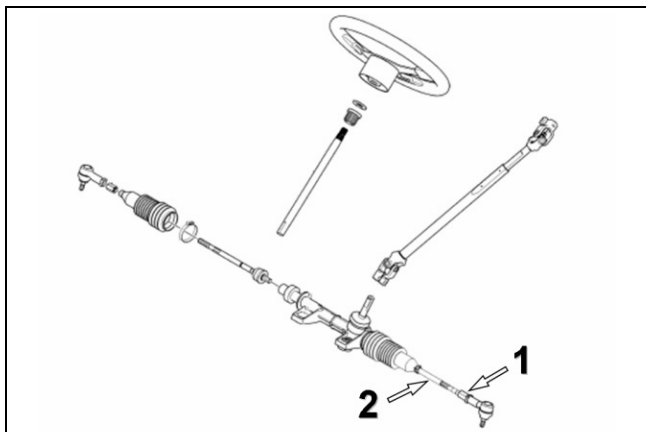

Figura 15 (Meccanismo dello sterzo)
Per regolare l'UTV, si deve per prima cosa svitare il dado (1) della barra di accoppiamento del sistema di direzione del veicolo (2), in seguito avvitare o svitare la barra di accoppiamento per lo stesso numero di volte su entrambi i lati del veicolo. Vedere figura 15.